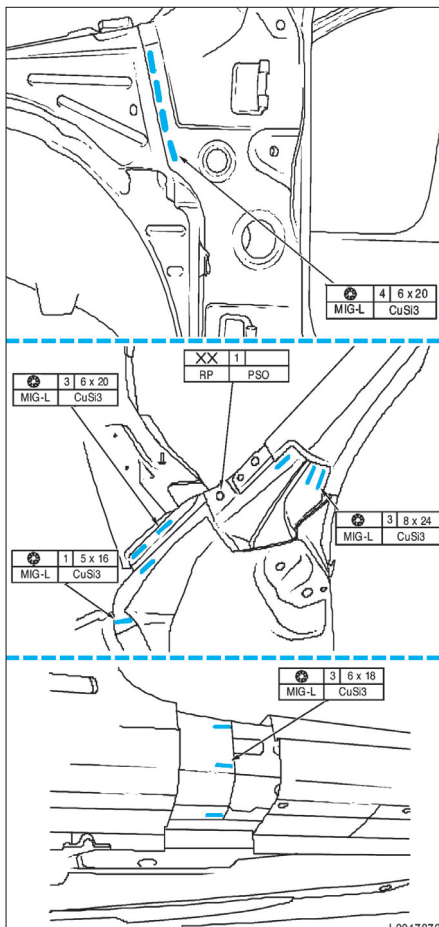

FIG. 36
- Effectuer les cordons de soudure du montant A (fig. 36).